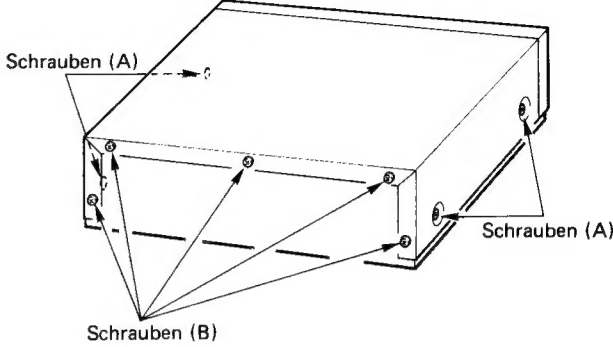

Abb. 6
Die vier Schrauben (A) und fünf Schrauben (B) entfernen. (Abb. 6)